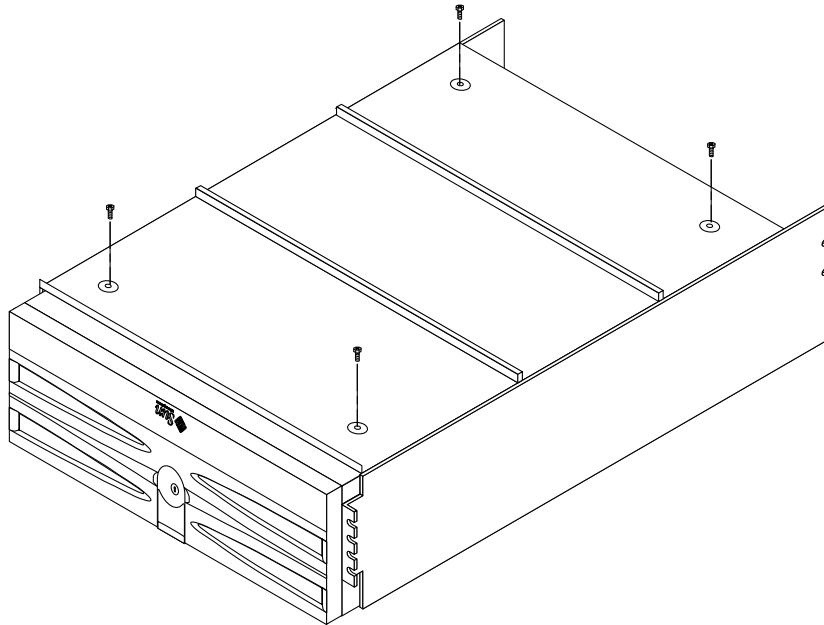

FIGURE 3 Installation du plateau de montage sur le châssis
3. Posez le plateau sur la baie de disques (FIGURE 3).